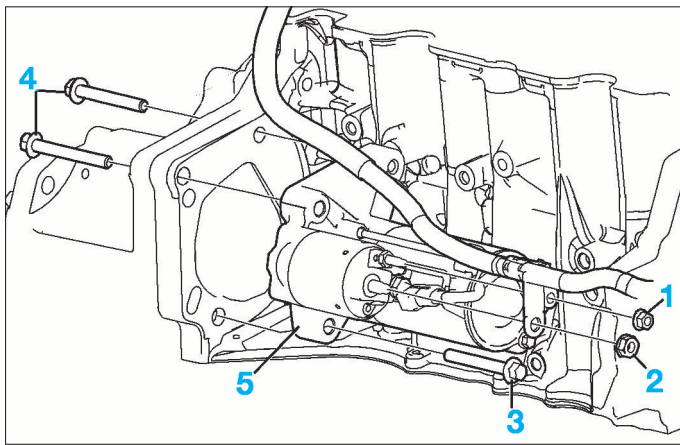

FIG. 8
- l'écrou de fixation (1) du connecteur de câble de commutateur d'allumage à solénoïde de démarreur (Fig.8).
- l'écrou de fixation (2) du connecteur de câble de batterie à solénoïde de démarreur.
- les vis de fixation inférieure du démarreur (3).
- les vis de fixation supérieure du démarreur (4).
- le démarreur (5).